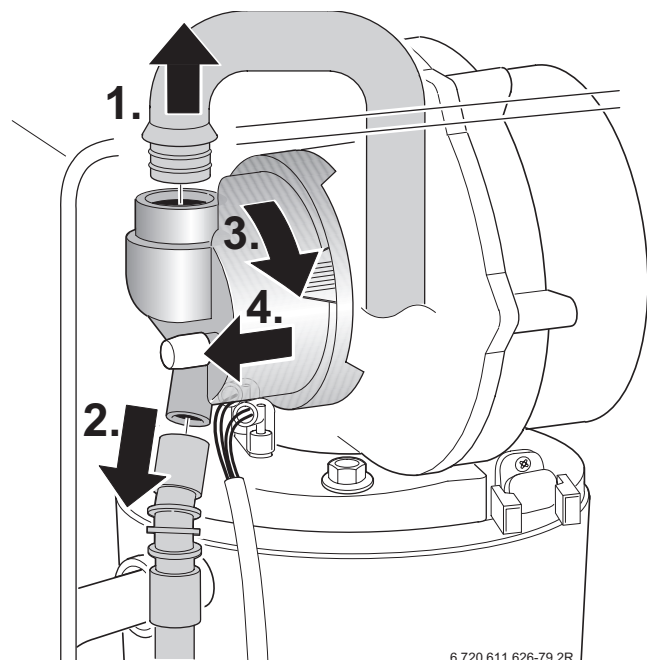

Fig. 78
- ▶ Smontare il miscelatore (per le operazioni appena descritte seguire le fasi 1, 2, 3, 4 indicate nella fig. 78).